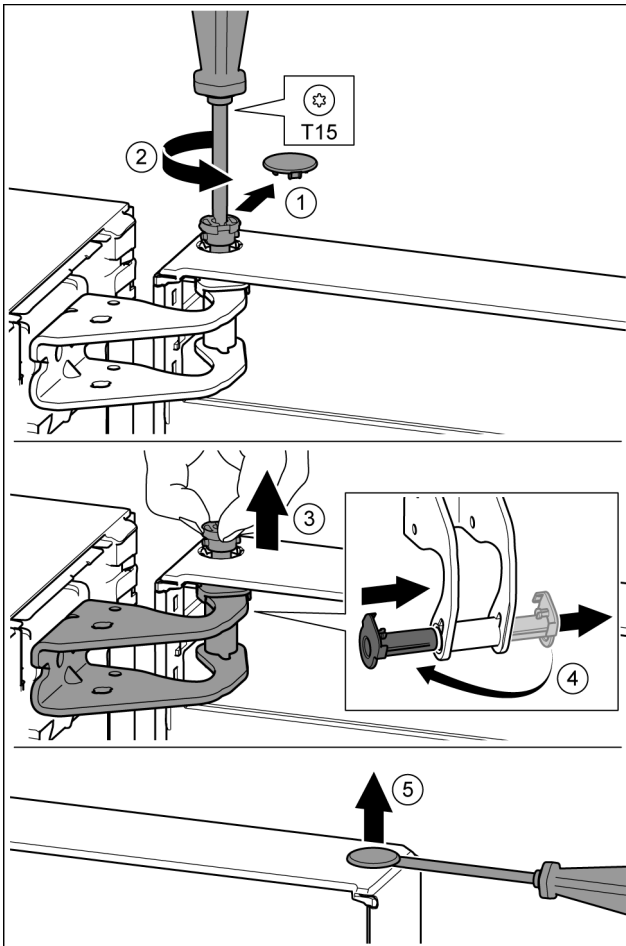

Fig. 13
- ▶ Bezpečnostní kryt opatrně stáhněte. Fig. 13 (1)
- ▶ Šroubovákem T15 o kousek vyšroubujte čep. Fig. 13 (2)
- ▶ Dveře držte a čep vytáhněte prsty. Fig. 13 (3)
- ▶ Vytáhněte ložiskové pouzdro z vedení. Vložte z druhé strany a zaklapněte. Fig. 13 (4)
- ▶ Plochým šroubovákem opatrně nadzvedněte zátku z ložiskového pouzdra dveří a vytáhněte ji. Fig. 13 (5)